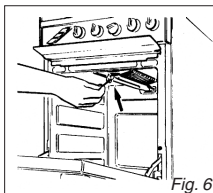

Fig. 6
- Présentez une flamme au brûleur (fig. 6).
Contrôler que la flamme, des deux côtés du brûleur se soit régulièrement allumée (fig. 6). Pour les brûleurs du grilloir avec thermocouple de sécurité, (arrêt automatique du gaz en cas d'extinction accidentelle de la flamme) il faut appuyer sur la manette pendant 10 secondes environ, après avoir allumé le four. Si le brûleur ne s'est pas allumé, lâcher la manette et attendre au moins 1 minute avant de rallumer. Dans le cas d'extinction accidentelle du brûleur tourner la manette sur la position fermé et attendre au moins 1 minute avant de rallumer.